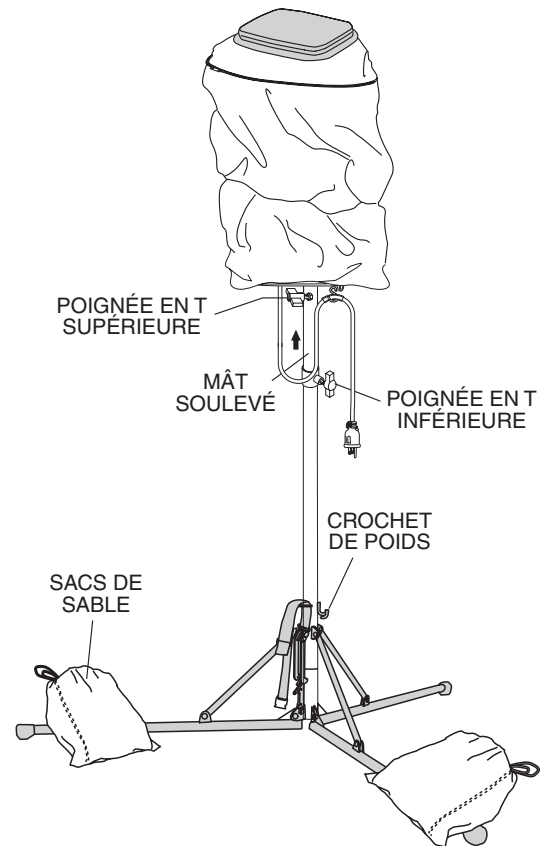

Figure 15. Sacs de sable
1. Avant de soulever le mât, s'assurer que le boulon de verrouillage de la poignée en T (Figure 15) soit bien serré. Cela évitera que l'ensemble ballon/lampe ne bascule. En outre, s'assurer que le câble d'alimentation de la lampe est bien branché à l'extrémité d'accouplement du câble d'alimentation de 15 pieds (4,5 mètres).
2. Pour améliorer la stabilité et prévenir le basculement de l'unité d'éclairage, mettre des sacs de sable ou des poids du même type sur les pattes du trépied ou le crochet à poids tel qu'illustré à la Figure 15.
3. Soulever le mât à la hauteur souhaitée et bien serrer la poignée inférieure (Figure 15) en T.